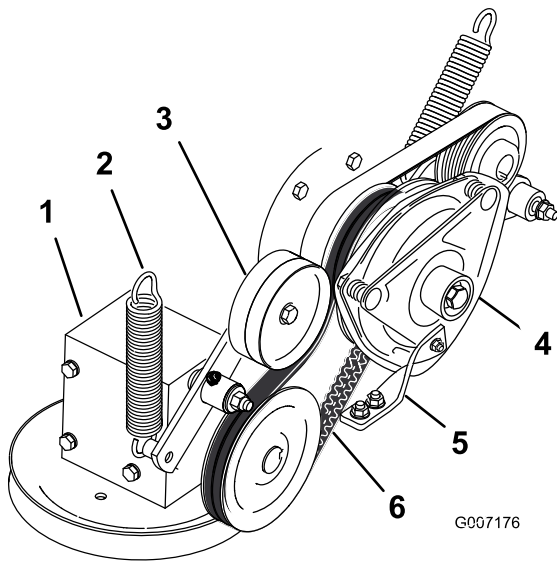

Bild 70
4. Entfernen Sie die Feder vom Spannarm (Bild 70).
7. Verlegen Sie den neuen Zapfwellen-Treibriemen um die Kupplungs- und Getriebe spannscheibe (Bild 70).
9. Haken Sie die Feder wieder in den Spannarm ein (Bild 70).